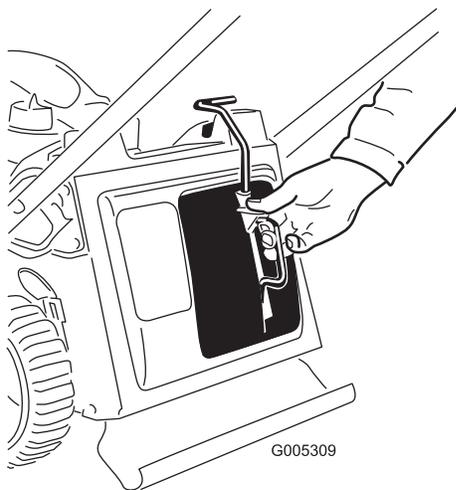

Figura 33
3. Montate il tappo mulching (Figura 33).